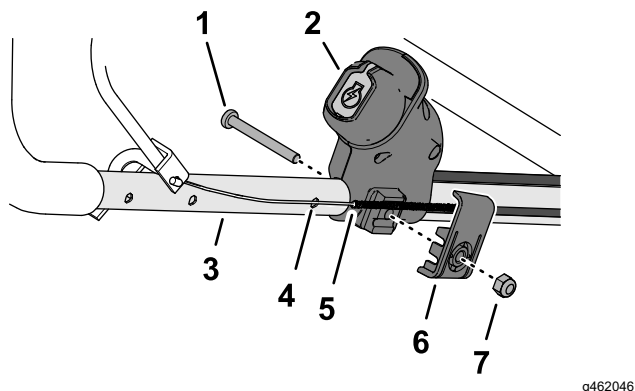

Figura 12
1. Monte o interruptor de arranque elétrico na pega conforme mostrado (Figura 12).